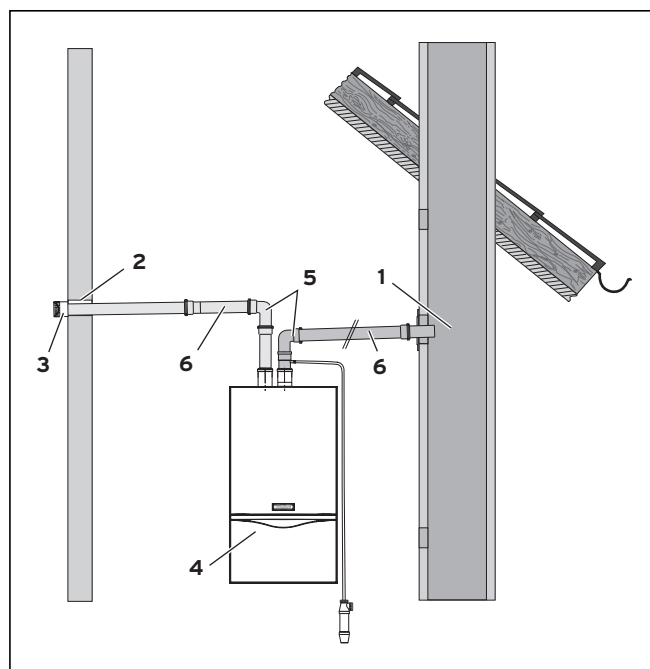

Рис. 6.25 Подача воздуха на горение с фасада
- Вставьте дымоход в дымовую трубу (1, см. рис. 6.25) и соответствующим образом герметично закройте место соединения.
- Определите место выхода трубы воздуховода из стены (2, см. рис. 6.25) и просверлите в этом месте отверстие.
- Монтируйте на трубе воздуховода защиту от ветра (3, см. рис. 6.25).
- Монтируйте подвеску аппарата и установите аппарат (4, см. рис. 6.25) (см. соответствующие руководства по монтажу).
- Вставьте отводы (5, см. рис. 6.25) труб дымохода/воздуховода в соответствующие разъемы разделительного устройства воздуховода/газохода. Следите за тем, чтобы не перепутать патрубки со стороны воздуха и отходящих газов!
- Монтируйте необходимые удлинители (6, см. рис. 6.25). Максимальные длины приведены в табл. 6.2.